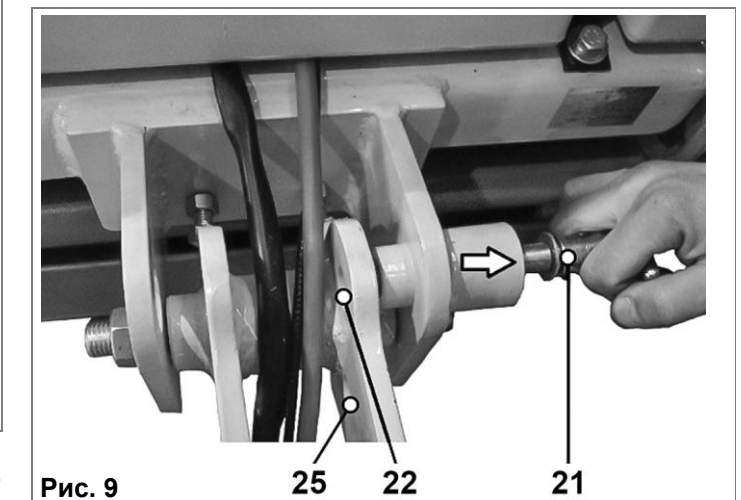
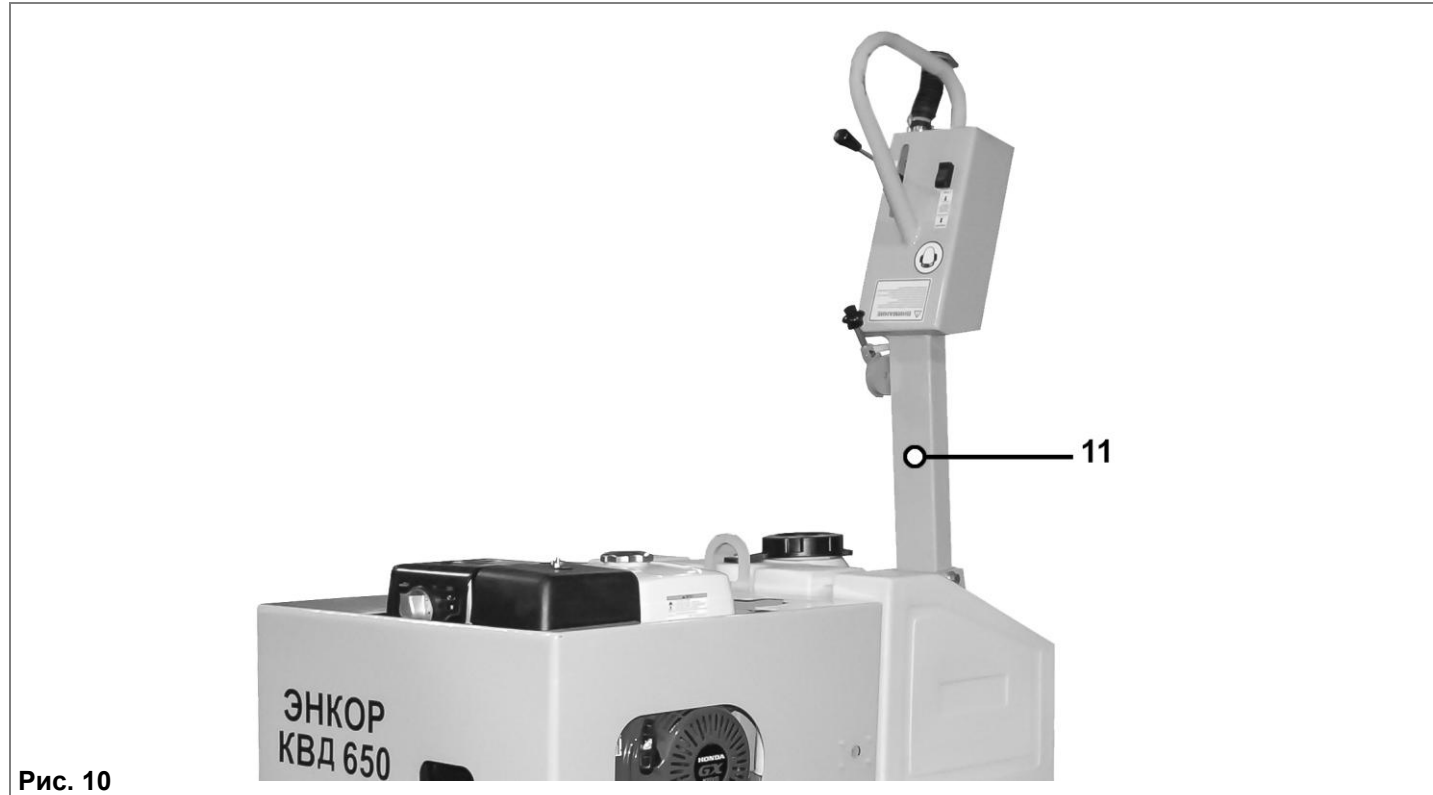

Рис. 9
Рис. 10
7.2.2. Для установки рукоятки управления (11) (Рис. 10) в вертикальное положение потяните фиксатор (21) от кронштейна (13), поверните вокруг оси рукоятку управления (11) и совместите фиксатор (21) с отверстием (25) (Рис. 9). Зафиксируйте положение.